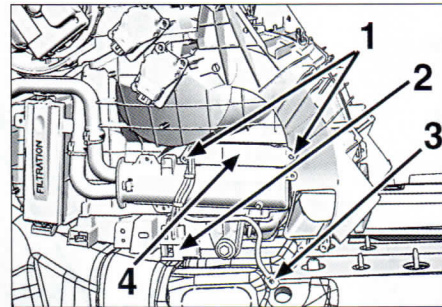

FIG. 14
Desmontar los tornillos (1) y el tornillo de masa (3) (**fig. 14**)